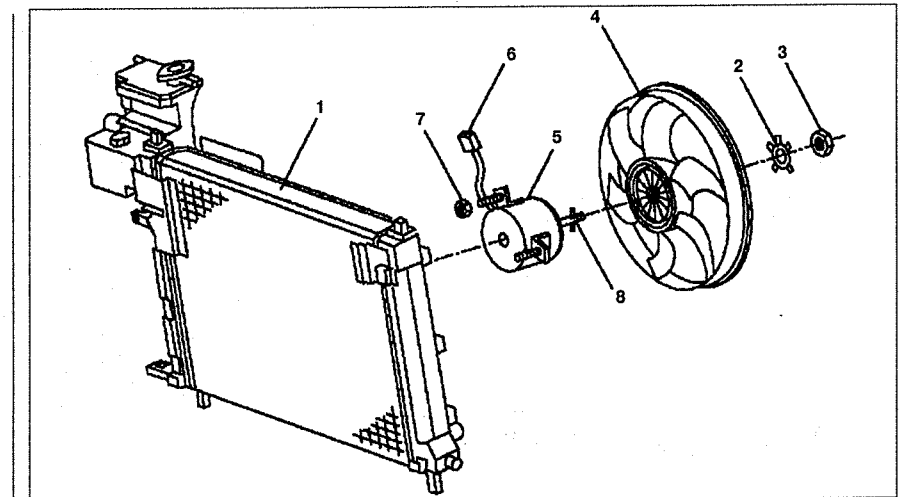

Рис. 3.33. Вентилятор системы охлаждения:
1. Снимите радиатор 1 (см.рис. 3.33).